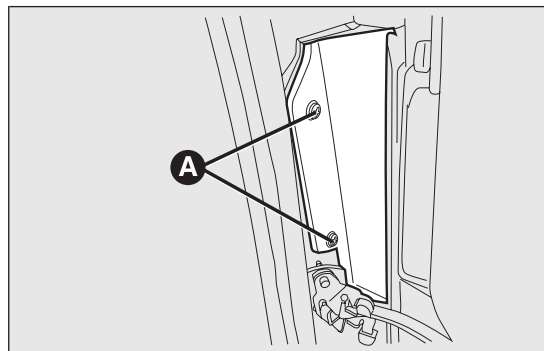
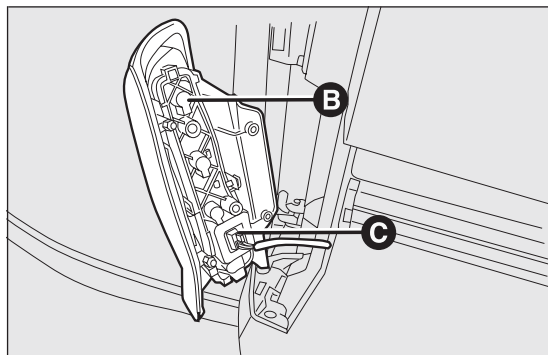

fig. 149
fig. 150
- ☐ svitare le viti A fig. 149 in modo da accedere al gruppo ottico B fig. 150;
- ☐ sfilare il connettore C fig. 150.